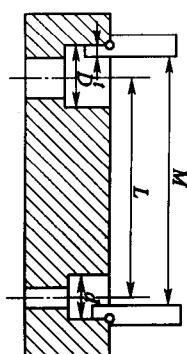

图 2—1
1. 如图 2—1 所示，用游标卡尺测得  $M$  为 100.04 mm，卡尺每个量爪宽度  $t$  为 5 mm，两孔直径分别是  $D = 24.04$  mm， $d = 15.96$  mm，求两孔中心距  $L$ 。